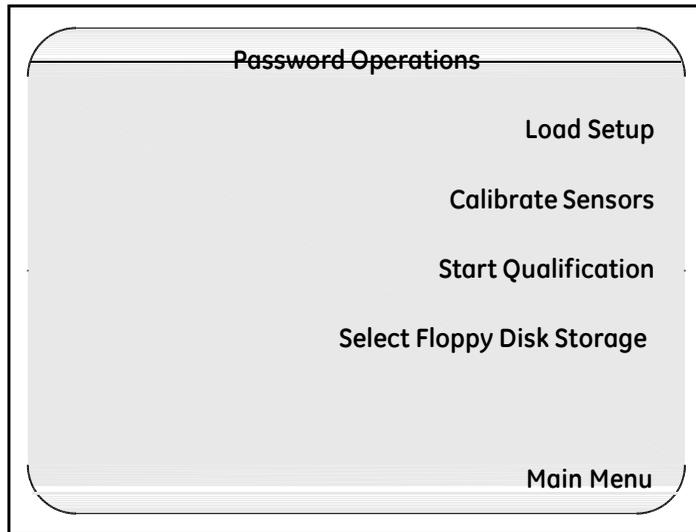

图 60: 密码操作
Password Operations 密码操作 界面显示, 如图 60 所示.
**Password Operations 密码操作** 界面显示 (如 99 页图 60 所示).